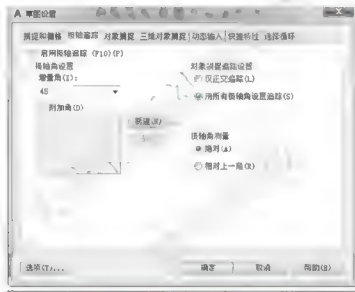

图 2.90 设置【草图设置】对话框
(1) 执行菜单栏中的【工具】|【绘图设置】命令，弹出【草图设置】对话框，选择【极轴追踪】选项卡，将对话框设置成图 2.90 所示的状态。